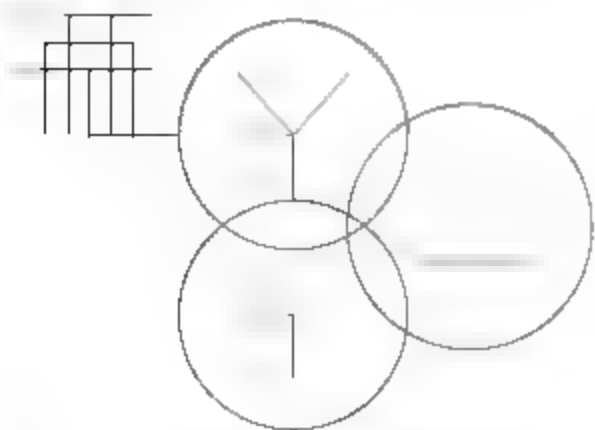

图8-40 延伸线段
**13** 调用EX【延伸】命令，延伸线段，如图8-40所示。